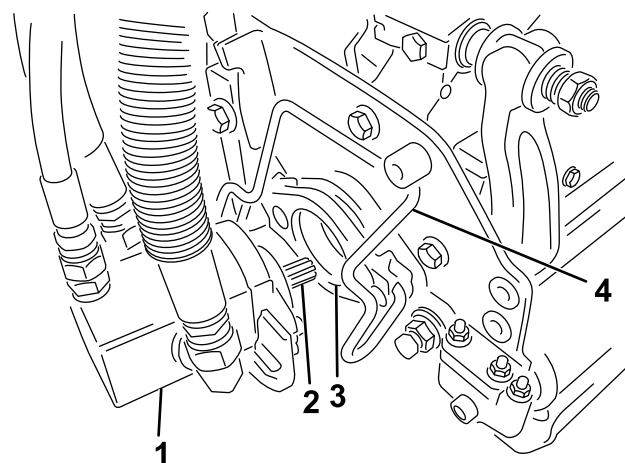

図 35
5. カuttingユニット用モータのスプライン・シャフトにきれいなグリスを塗りつける (図 35)。
6. モータを、カuttingユニットの左側 (運転席から見て) に取り付け、カuttingユニットについているモータ固定バーを、モータの上から被せるようにセットし、モータの左右から「カチッ」というロック音が聞こえるまで押し下げる (図 35)。